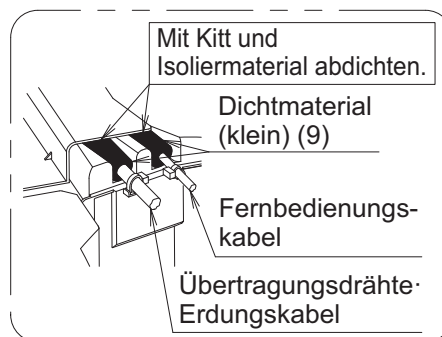

Abb. 39
- Schneiden Sie das Dichtmaterial (klein) (9) in zwei Teile und umwickeln Sie jedes Kabel mit jedem Teil. **(Siehe Abb. 39)**